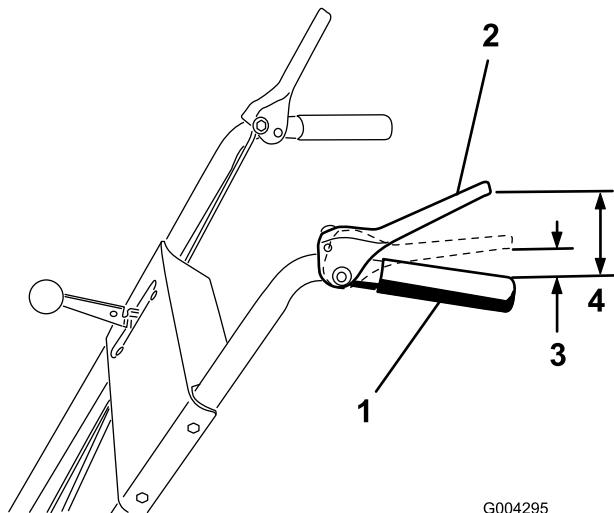

Figura 7
- Regolate verso l'alto o il basso i due dadi di bloccaggio flangiati sull'asta della trazione, finché la distanza tra l'estremità superiore dell'impugnatura e l'estremità inferiore della leva di comando della trazione non è di circa 11,4 cm, come illustrato nella Figura 7
- Portate la leva di selezione della velocità (Figura 7) in terza.
Nota: La regolazione è corretta quando le ruote smettono di girare all'indietro e la distanza tra l'estremità superiore dell'impugnatura e quella inferiore della leva di comando della trazione è compresa tra 2,5 e 5 cm (Figura 7).